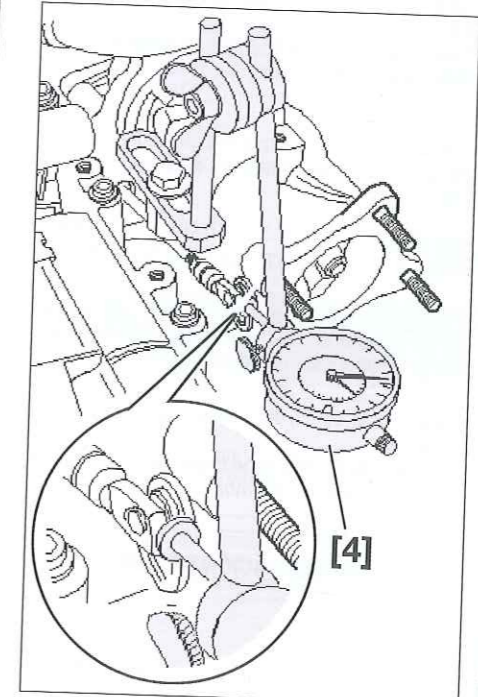

Fig. 62
- Fijar el comparador provisto de su soporte universal [4] (Fig.62).